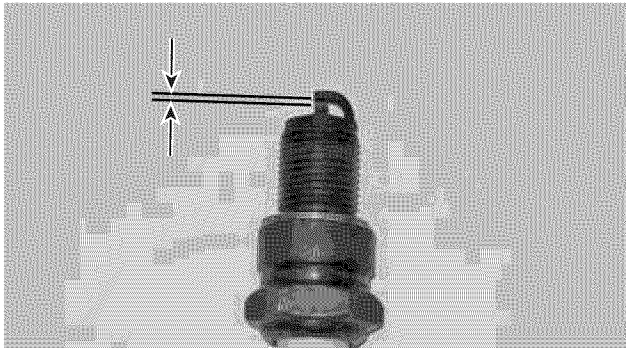

Figura 35 – Requisitos de separación de la bujía
- La separación de la bujía de encendido (el límite que se acepta es de 0.024 – 0.032 pulgadas [0.60 – 0.80 mm]) (ver Figura 35).